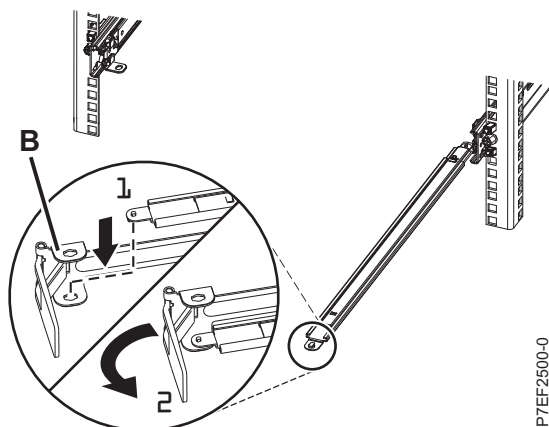

Figura 11. Fixando o Suporte de Parada da Organização de Cabos no Braço do Suporte
3. Localize o orifício no canto da parte interna do suporte de parada de gerenciamento de cabos em forma de L (B). Posicione a extremidade não conectada do suporte para organização para que a guia de trava na parte de baixo de sua ponta se alinhe ao orifício do suporte. Insira a aba no orifício (1) e gire o suporte (2) para prendê-lo ao braço de suporte. Para obter detalhes, consulte Figura 11 na página 9